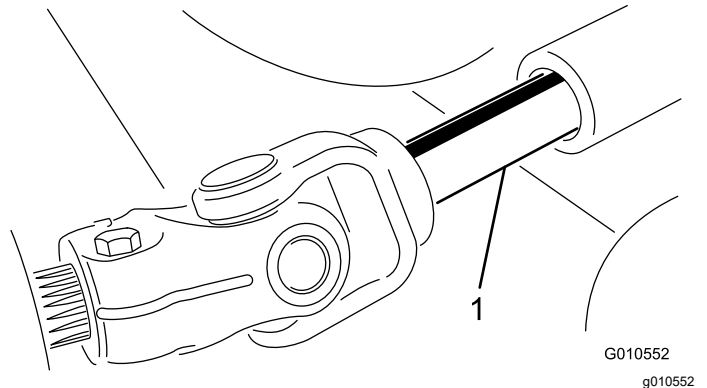

图 25
3. 将滚刀组滚离主机分开 PTO 轴的公轴和母轴部分图 25。
3. 将 PTO 公轴滑入 PTO 母轴图 25。